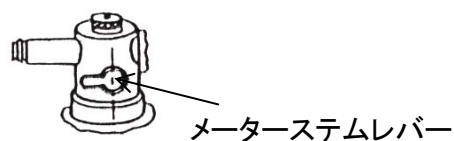

図2
- ・ グリップを外さずに軽く濯ぐには、メーターステムレバーを水平にしてください。(図2参照)